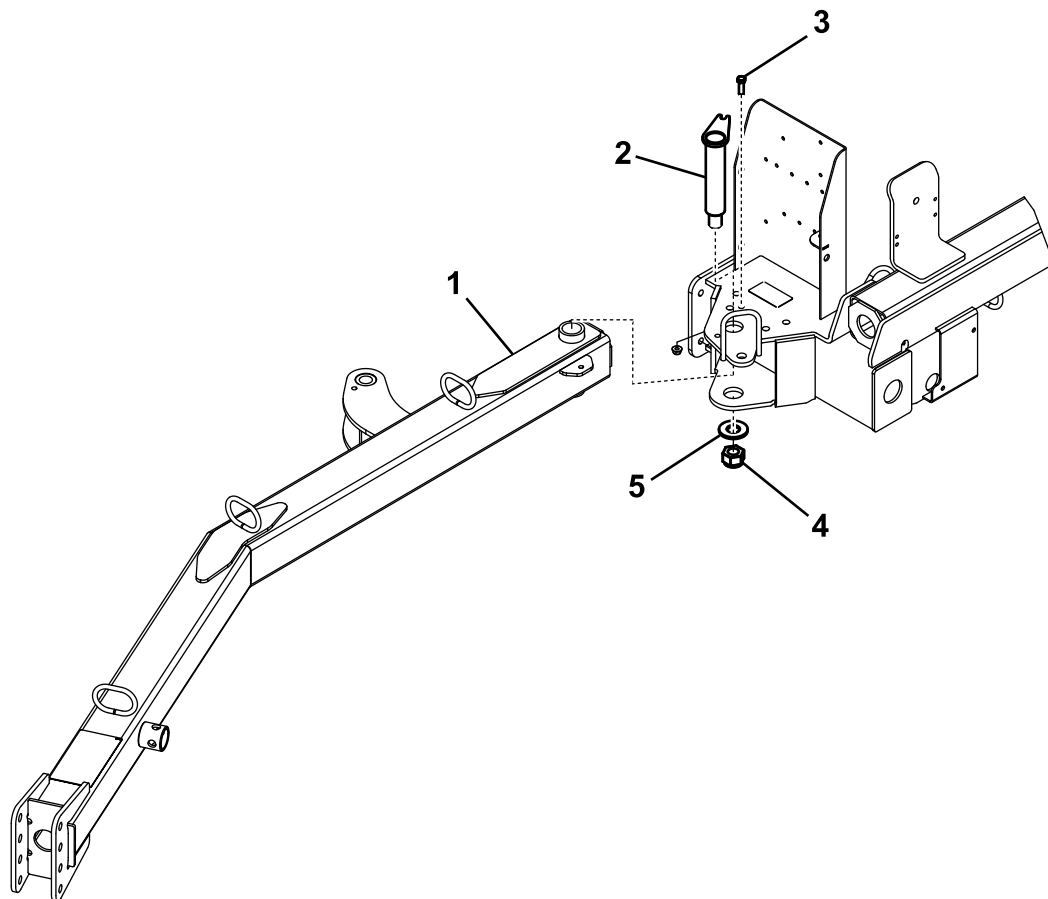

Figura 3
1. Introduzca el extremo trasero de la barra de tracción entre las placas de montaje de la barredora, alineando los taladros de montaje (Figura 3).
2. Introduzca el pasador de enganche por las chapas de montaje y la barra de tracción (Figura 3).
3. Sujete la parte superior del pasador del enganche a la placa de montaje con un perno (3/8" x 1 1/4") y una contratuerca (3/8") (Figura 3).
4. Sujete la parte inferior del pasador de enganche con una arandela grande, una tuerca grande y un tornillo de fijación de cabeza cuadrada (Figura 3).